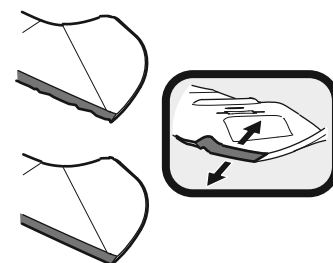

Figura 36
- Para afilar las cuchillas de corte correctamente, extraiga cantidades iguales de metal de ambos extremos de las cuchillas a lo largo de los bordes cortantes, paralelo al borde de caída, a un ángulo de 25° a 30°. Afile siempre cada borde de las cuchillas de corte de forma pareja para mantener un centrado adecuado entre las mismas. Consulte la Figura 36.